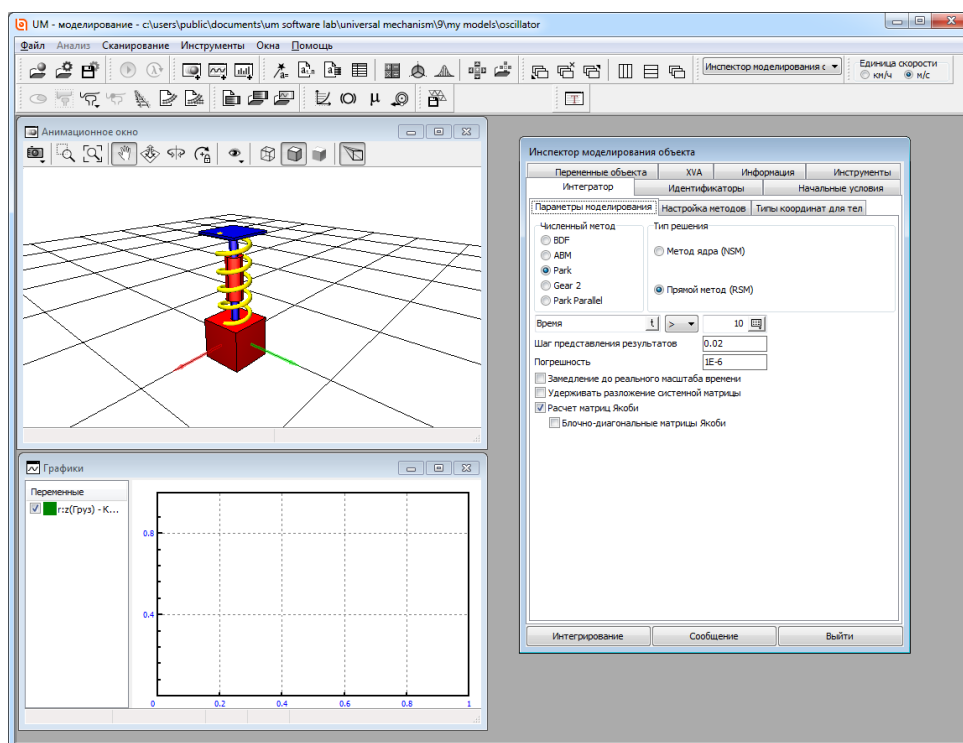

Рис. 2.17. Рабочий стол программы моделирования **UM Simulation**
6. Разместите окна на рабочем столе программы моделирования так, как вам кажется это удобным, например, как показано на рис. 2.17.